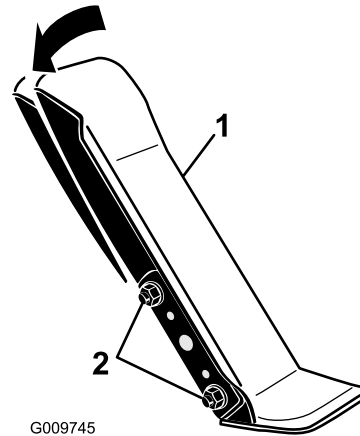

Figure 93
- Desserrez les 2 écrous et boulons qui fixent le côté gauche de la pédale de déplacement au support (Figure 93).
- Faites pivoter la pédale à l'angle voulu puis serrez les écrous (Figure 93).